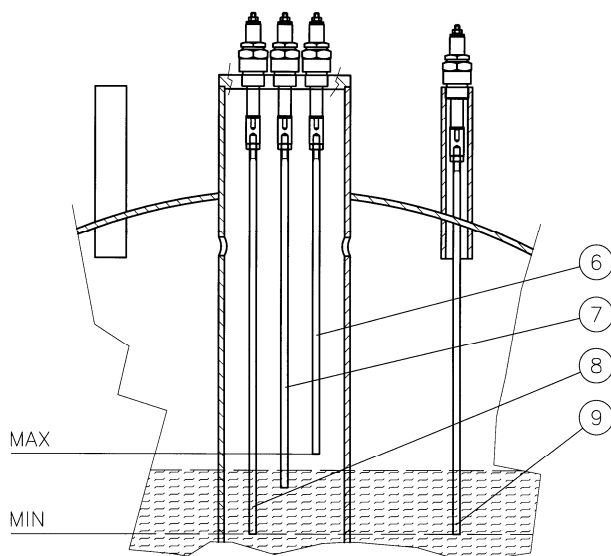

Рис. 8
4.2.2 Автоматический регулятор уровня и предохранительный датчик уровня (Рис. 8)